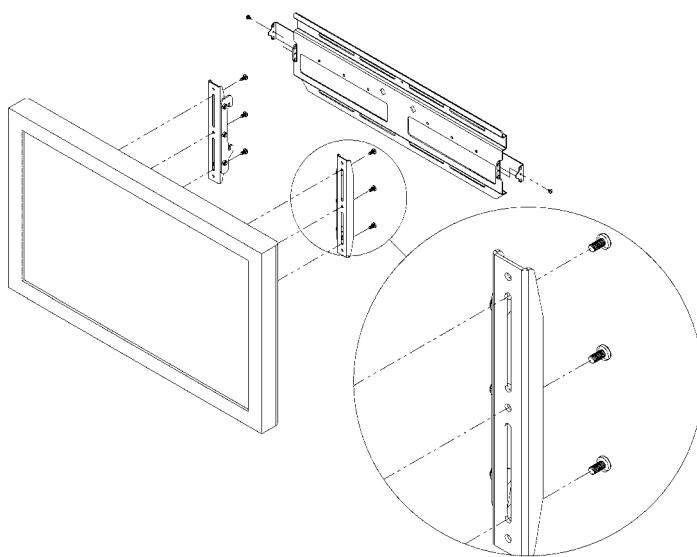

Figura 2. Instale os suportes no monitor
1. Coloque os suportes de interface (20 e 30) na parte trás do monitor, alinhando os furos com os encaixes na base. Consulte as figura 2.
2. Prenda os conjuntos de suporte de interface esquerdo e direito (20 e 30) no monitor, usando os parafusos (40).